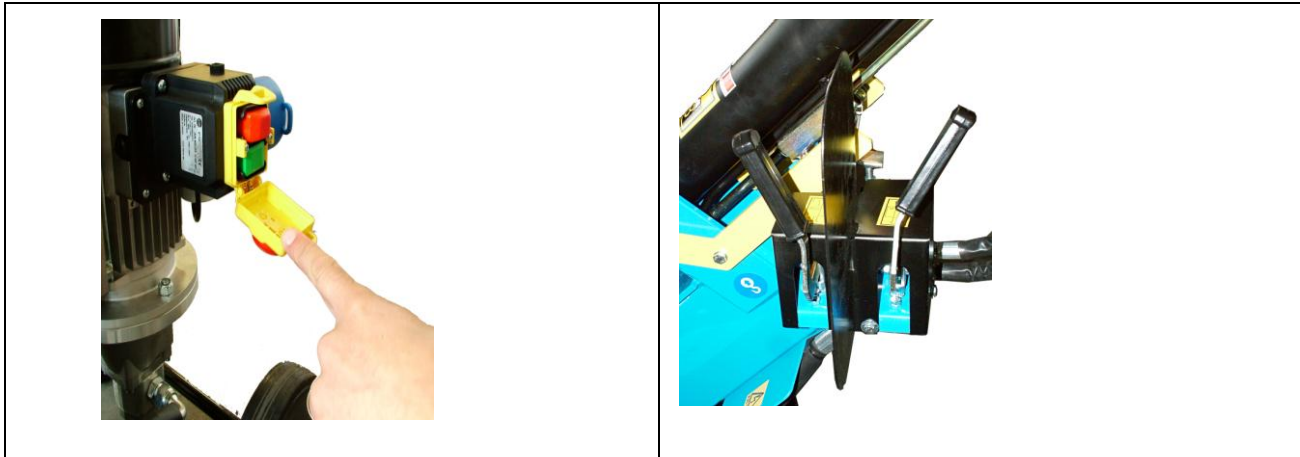

Fig. 12
Los únicos mandos de la máquina (ver fig. 12) son:
- 1) Regular el recorrido de la cuchilla en función del largo del tronco a astillar, moviendo el prisionero a lo largo de la varilla guía de regulación (ver fig. 12).